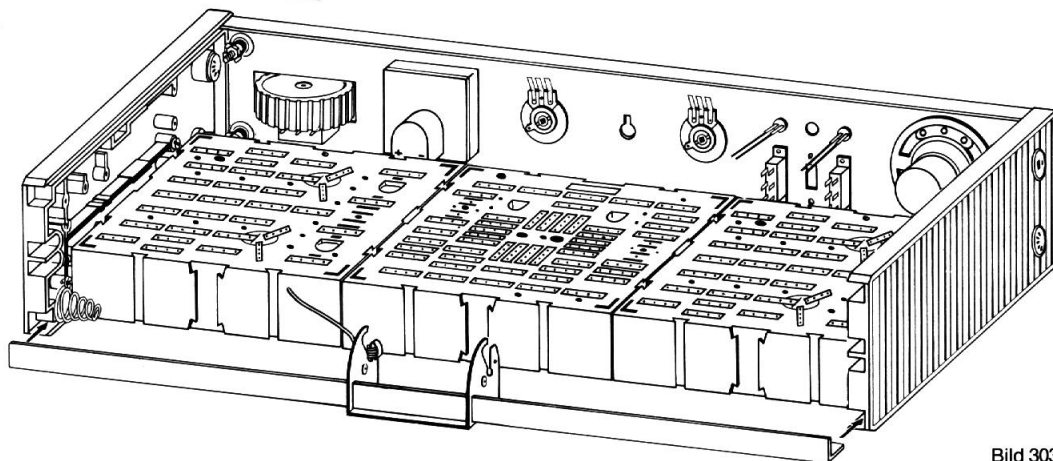

Bild 303
- () Alu-Winkel von hinten in den Chassisrahmen einschieben und festdrücken (Bild 303). Der Alu-Winkel muß in die Seitenteile einschnappen.